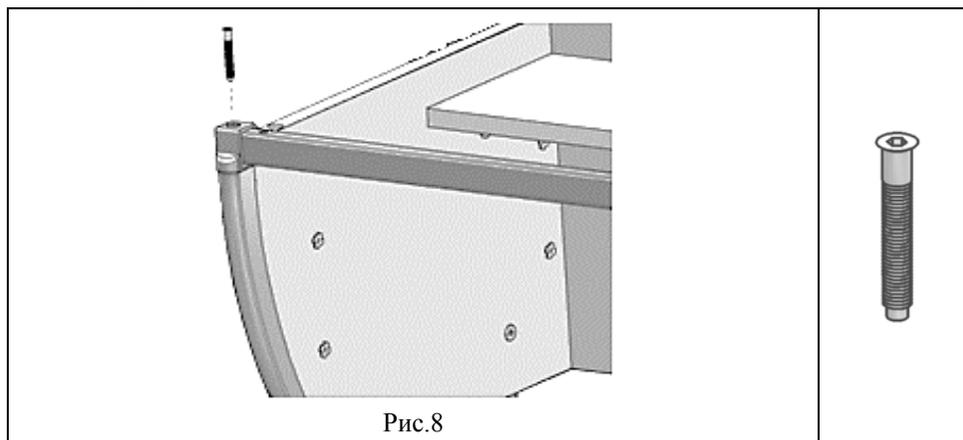

Рис.8
5.1.5 С помощью винта конфирмат (поз.1, пакет № 31В) закрепить трубу (поз.11) на сборке п. 5.1.4, вставив трубу в отверстие опоры расположенной на стенке боковой, см. рис. 8.